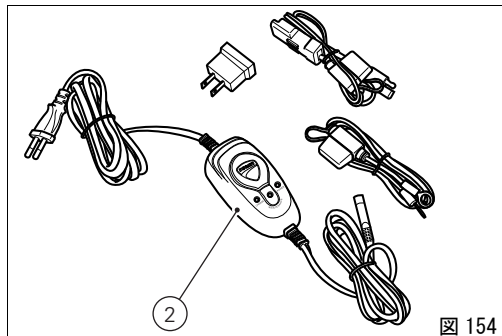

図 154
お客様の車両には当社の販売網でお求め可能な所定のバッテリー充電器 (2) バッテリーメンテナーキット、部品番号 69924601A - 多くの国) (バッテリーメンテナーキット、部品番号 69924601AX - 日本、中国、オーストラリアのみ) に接続できるコネクター (1、図 154) が装備されています。